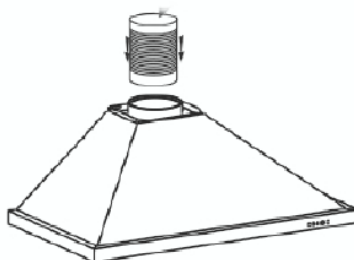

Fig. 3
- Fixez la gaine extensible d'évacuation (non fournie) sur la sortie moteur sans gêner le mouvement du clapet anti-retour (fig. 3)